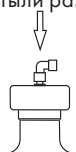

Рис.1
1. Данная модель кулера оборудована системой быстрой установки бутылки. Для правильного использования, убедитесь, что соединительная трубка установлена корректно.(Рис.1)